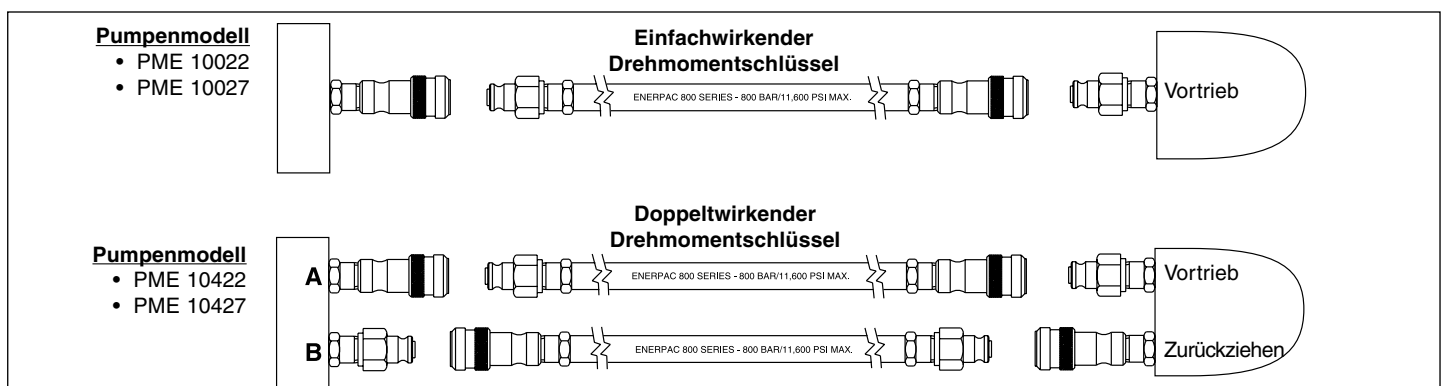

Abbildung 4 - Verbindungsplan
2. Das andere Schlauchende wie auf Abbildung 4 gezeigt an die Kupplung am Drehmomentschlüssel anschließen.
- Die Schläuche wie auf Abb. 4 dargestellt an den Drehmomentschlüssel anschließen. Die Schläuche und Kupplungen der Serie 800 wurden so konzipiert, daß bei Verwendung von Enerpac-Pumpen und Drehmomentschlüsselkombinationen der Vortriebsport der Pumpe nur an den Vortriebsport des Drehmomentschlüssels und der Rückziehport der Pumpe nur an den Rückziehport des Drehmomentschlüssels paßt.